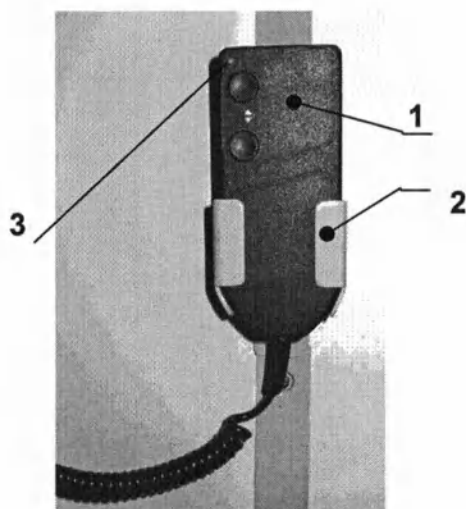

Рисунок 4.16 – Пульт управления перемещением вверх-вниз (1-пульт; 2-удерживающее «седло»; 3-светодиодный индикатор)
- **Возьмите пульт** (см. Рисунок 4.16, поз.1) в руки, для чего слегка приподнимите его в удерживающем «седле» (см. Рисунок 4.16, поз.2). Если нет необходимости – пульт можно не вынимать из «седла» крепления.
- **Нажмите кнопку «▲»** (вверх) или «▼» (вниз). Нажатие кнопки сопровождается световой индикацией (включением светодиода) на поверхности пульта (см. Рисунок 4.16, поз.3). Перемещение кронштейна в выбранную сторону происходит только во время удержания кнопки.
Если Вы брали пульт в руку, после установки кронштейна на нужной высоте - **Вставьте пульт в удерживающее «седло»** (см. Рисунок 4.16, поз.2).